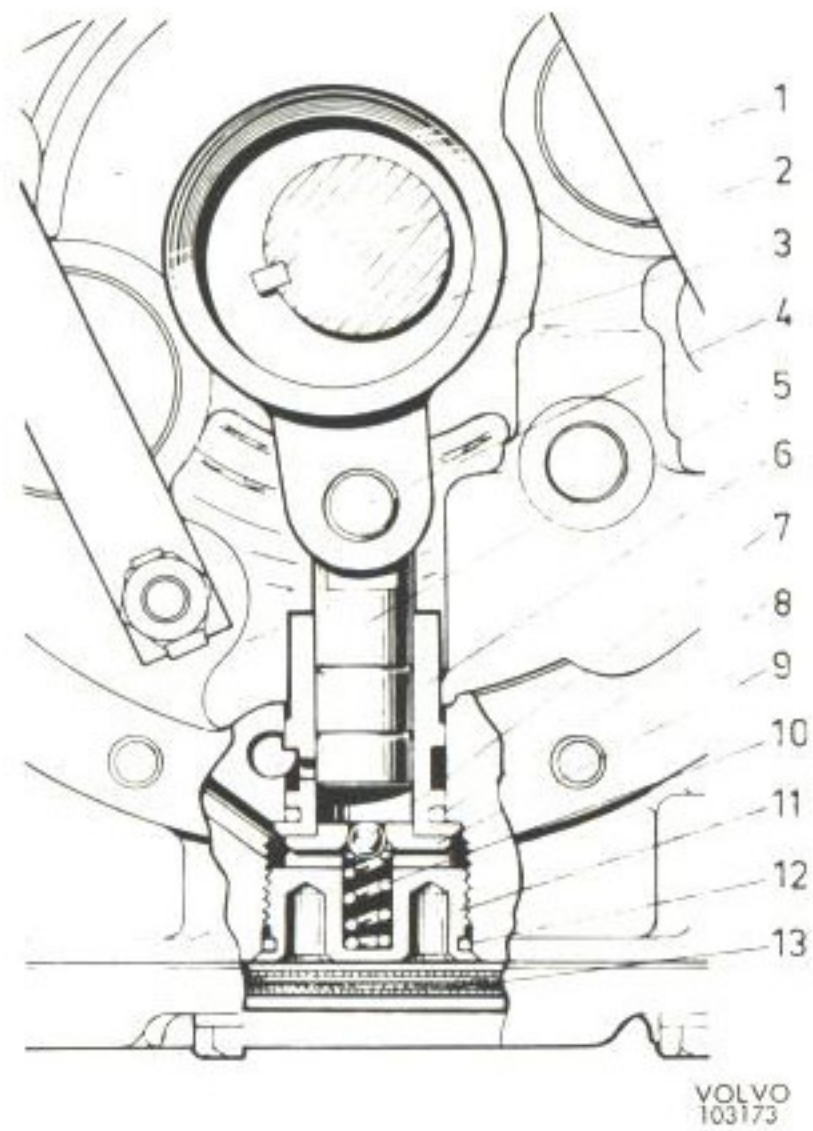
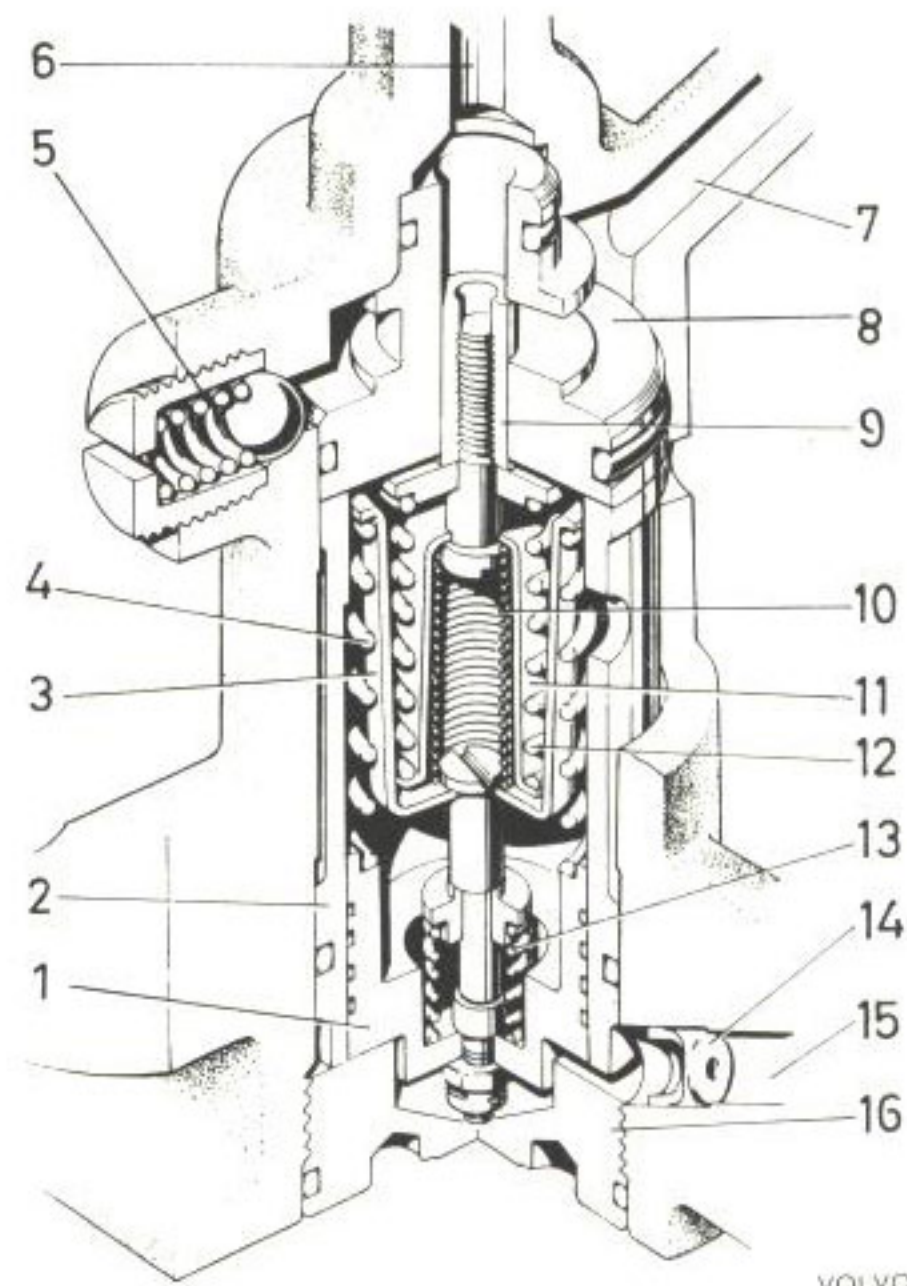
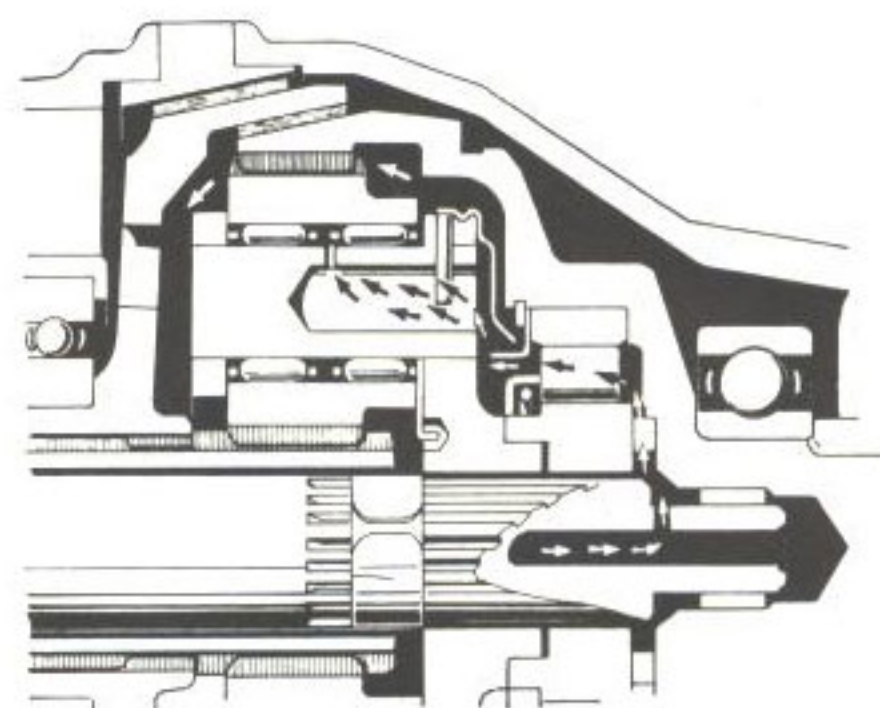

Bild 5. Oljepump
Bild 6. Reducerventil
Bild 15. Smörjsystem
Det hydrauliska systemet består av följande huvuddelar: Förfilter, oljepump (bild 5), finfilter, hydraulcylindrar och -kolvar, reducerventil (bild 6) samt en manöverventil, som påverkas av solenoiden.
Den mindre kolven (9 bild 6) är den egentliga reducerkolven.
Vid direktväxel (bild 7) sugas oljan genom förfiltret av oljepumpen och pressas genom finfiltret. Därifrån strömmar den vidare genom hydraulcylindrarna till reducer- och manöverventilerna. Manöverventilen är stängd (bild 8) och reducerventilens större kolv är i sitt nedre läge (bild 9). Fjäders (10 bild 6) är ospänd, varför endast ett lågt tryck erfordras för att pressa ned reducerventilens mindre kolv. Oljan strömmar därvid förbi denna och ut i kanalen (7) till huvudaxeln.
ventilen till läge enligt bild 10. Oljan strömmar därvid till reducerventilens nedre del och påverkar den större kolven. Denna skjuts då uppåt och spänner fjädrarna (bild 11). Genom hylsorna hindras fjädrarna att pressas samman mera. Den enda fjäder som kan arbeta i detta läge är fjädern 12, bild 6, vilken alltså bestämmer trycket vid överväxel. Fjädern 12 är betydligt kraftigare än fjädern 10, vilket gör att man nu erhåller ett betydligt högre tryck. Detta i sin tur gör att kolvarna i hydraulcyldrarna förskjuts och drar kopplingslamellen framåt och i kontakt med bromstrumman.
Vid återgång till direktväxel stänger manöverventilen förbindelsen mellan kanalerna 12 och 2, bild 7. I stället öppnas förbindelsen mellan kanalen 2 och sumpen. Härigenom kan oljan under reducerventilens större kolv strömma ut i sumpen, trycket i systemet sjunker och direktväxeln kopplas in. Genom samverkan mellan strypmunstycket (14 bild 6) och fjädern (13) erhålles en så avvägd växlingstid att en mjuk växling utan slirning erhålles.
Oljan, som passerar reducerventilens mindre kolv, leds genom kanalen, 7 bild 6, och en urborring i huvudaxeln till frihjulet och bussningen för axeln. Därefter fångas oljan av en plåt och leds via planetväxeln tillbaka till växellådshuset, se bild 15. Oljepumpen har så stor kapacitet att alltid tillräckligt med olja för smörjning strömmar förbi reducerventilen. För att erhålla ett jämnt smörjoljetryck finns en särskild reducerventil (5 bild 6) vid kanalen (7).